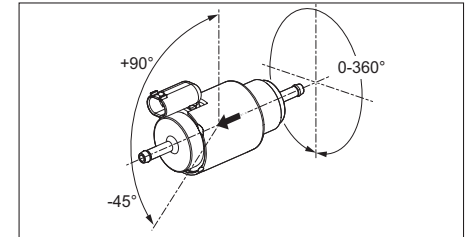

Abb. 12: Einbaulage Brennstoffpumpe DP42 und Durchflussrichtung
- ▶ Korrekte Einbaulage sicherstellen. Siehe Abb. 12.